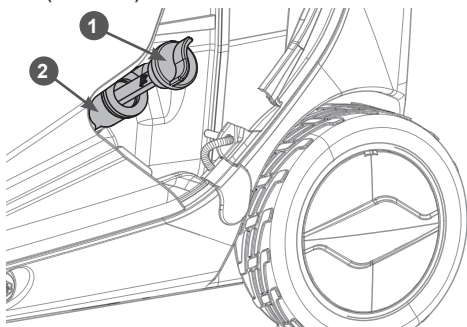

Рис. 10. Крышка-щуп маслозаливной горловины
3. Открутите крышку-щуп маслозаливной горловины и извлеките щуп (Рис. 10).
- Выкрутите крышку-щуп маслозаливной горловины и извлеките щуп (Рис. 10).